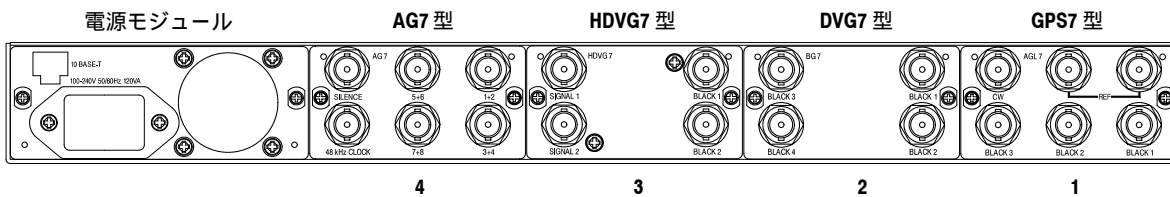

図 1：メインフレームのスロット番号
2. モジュールをインストールするスロットを決めます。図 1 に、メインフレームのスロット番号と代表的な構成例を示します。